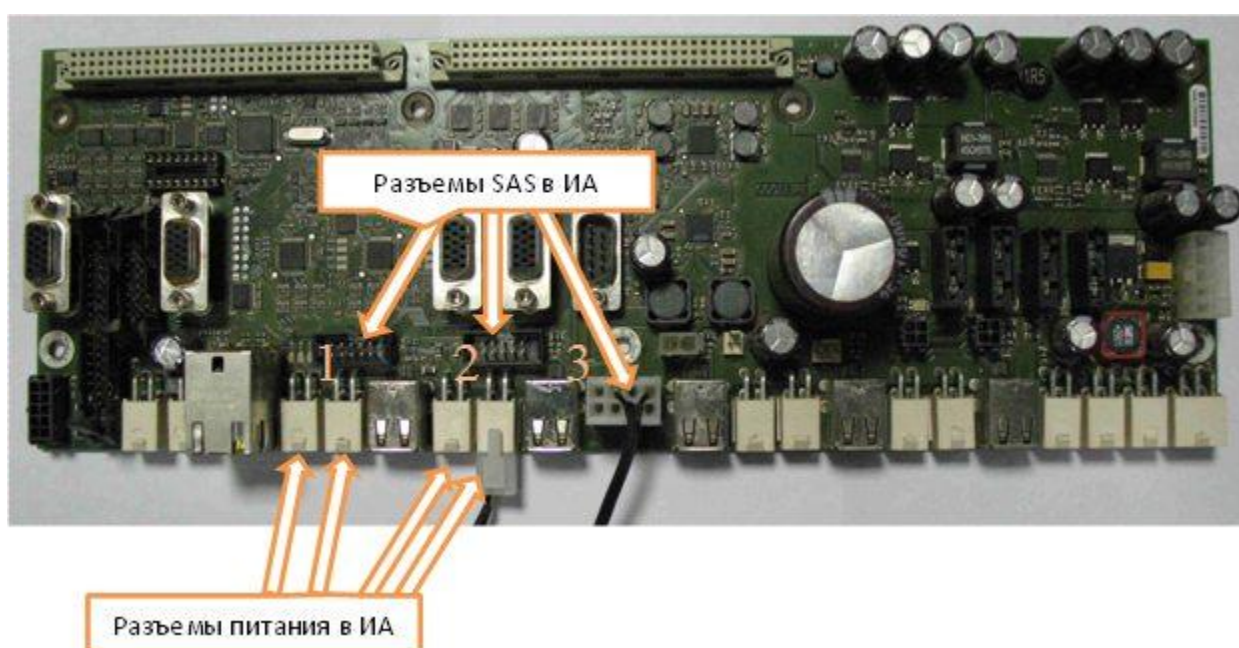
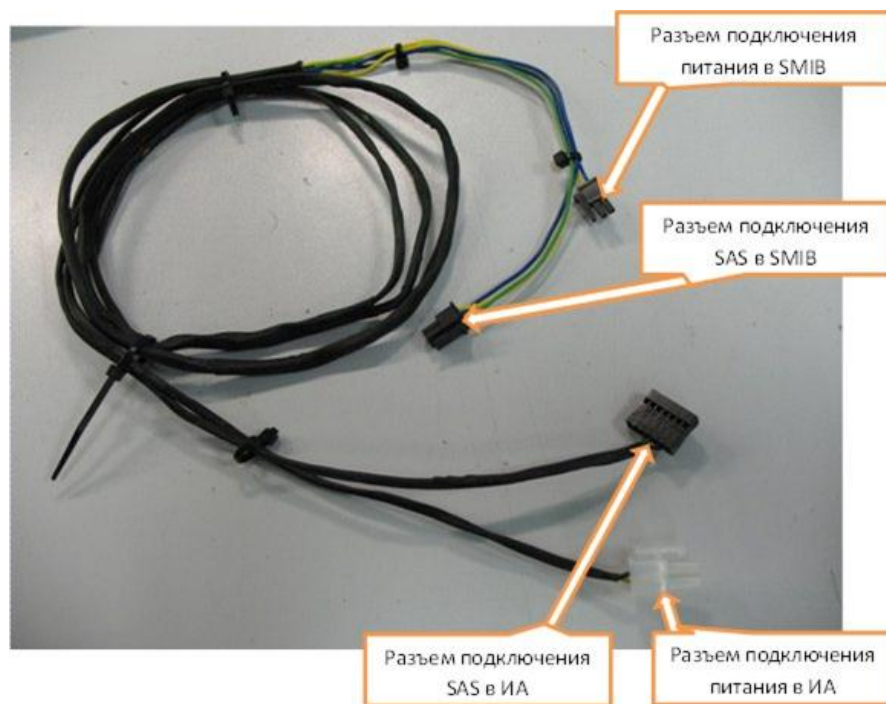
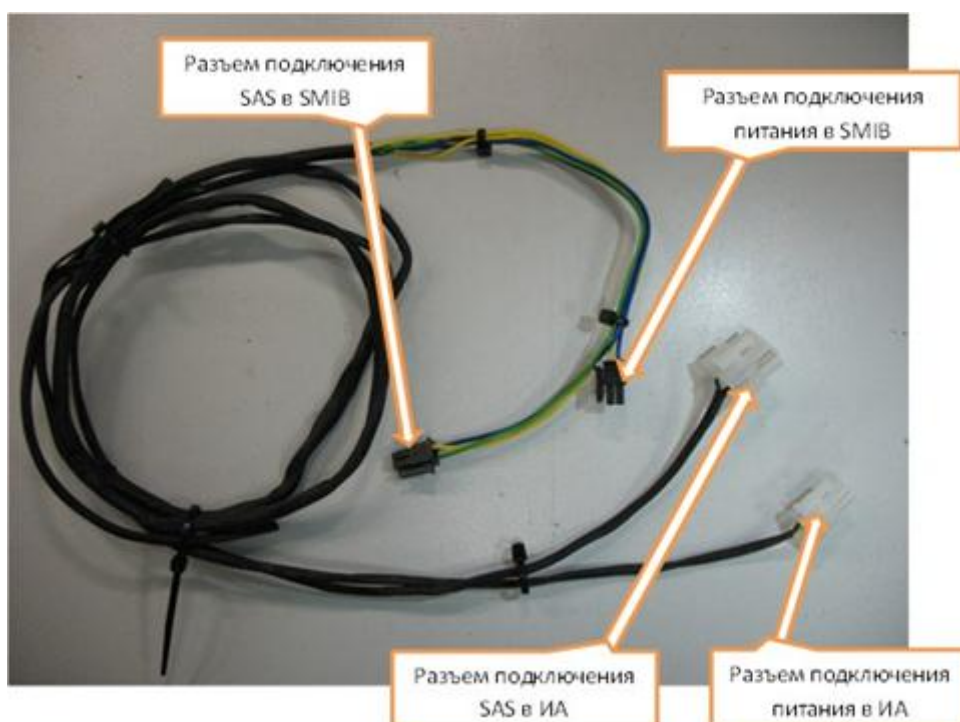

Рисунок 3.4.1 – переходная плата ИА.
Рисунок 3.4.2 – Кабель соединительный **Nov 10-04**
Рисунок 3.4.3 – Кабель соединительный **Nov 08-04**
5. Вставить кабель питания в свободный разъем питания на переходной плате ИА (Рисунок 3.4.1).
6. Кабель SAS присоединить к разъему SAS на переходной плате ИА (Рисунок 3.4.1).
2. Кабель питания вставить в свободный разъем питания на переходной плате ИА (Рисунок 3.4.1). Кабель SAS присоединить к
свободному разъему SAS на переходной плате ИА (Рисунок 3.4.1).
Подключение питания КИА и канала SAS к переходной плате ИА (Рисунок 3.4.1) осуществляется с помощью кабелей (Рисунок 3.4.2 или Рисунок 3.4.3) и зависит от типа свободного разъема SAS в ИА.
При подключении через разъёмы 1,2 (См. Рисунок 3.4.1) необходимо использовать Кабель соединительный **Nov 10-04**.
При подключении через разъем 3 (См. Рисунок 3.4.1) необходимо использовать Кабель соединительный **Nov 08-04**.